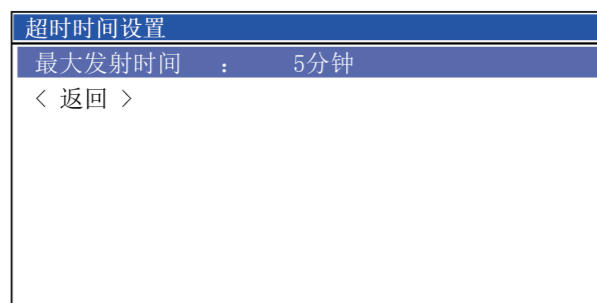

图6.6.3
- a:在系统设置菜单中选择<超时设置>项，按【确认】键打开超时时间设置对话框，如图6.6.3所示。